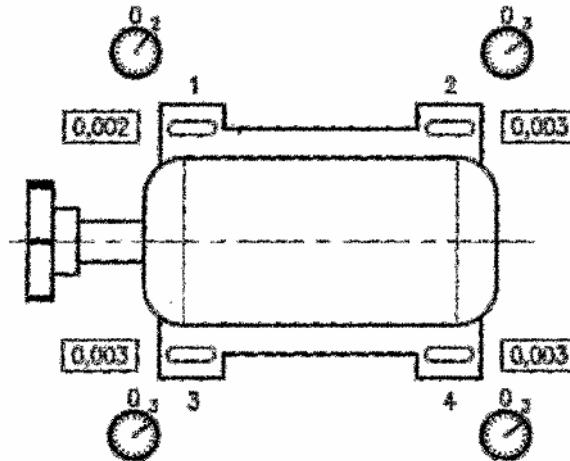

Figure 49 – Relevé des lectures d'un pied boiteux
- faire la comparaison des relevés (figure 49) et déterminer la valeur de correction des supports à corriger.